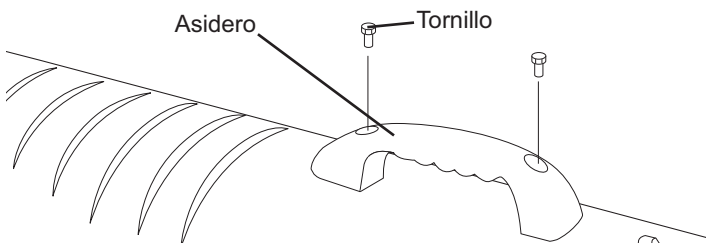

Figura 6. Montaje del Asidero, Modelos MH-45/75T-KFA
1. Alinee los orificios en el alojamiento superior con los 2 orificios en el asidero, como se muestra en la **Figura 6**.